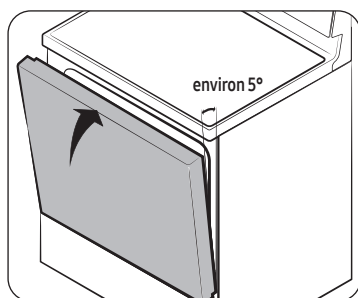

Fig.1
4. Fermez la porte jusqu'à la position de retrait de la porte, soit à environ 5 degrés de la position verticale (Fig. 1).